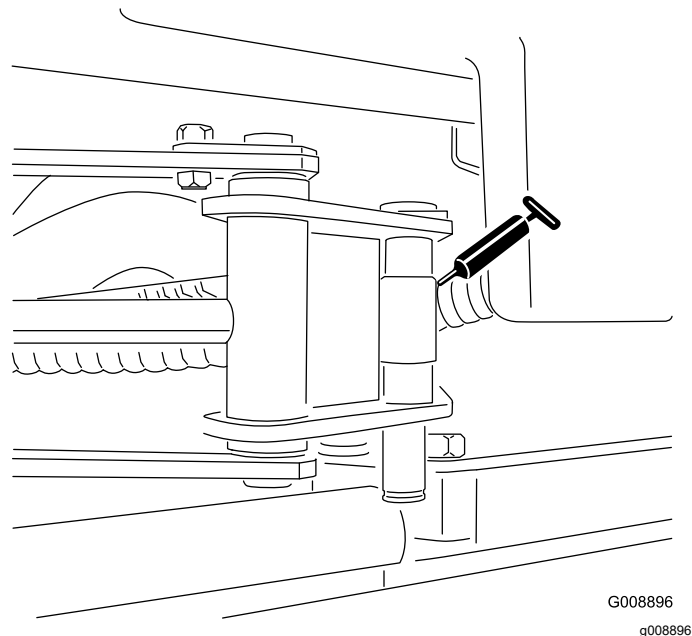

Figure 35
- 2 extrémités de vérin Sidewinder (Figure 35)